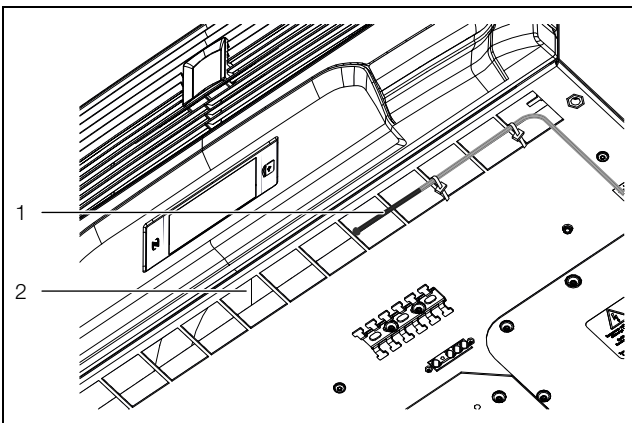

Abb. 14: Temperaturfühler vor Kaltluftaustritt
- Bringen Sie den Temperaturfühler mittig vor dem Kaltluftaustritt des Kühlgeräts an (Abb. 14).